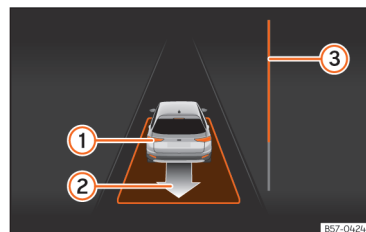

Abb. 143 Am Bildschirm des Kombi-Instruments: parallel zur Fahrbahn ausparken.
- Fahren Sie rückwärts, bis das Dauertonsignal des ParkPilot ertönt; **ODER:** fahren Sie zurück, bis am Bildschirm des Kombi-Instruments die Anzeige zur Vorwärtsfahrt erscheint. Die Fortschrittsanzeige »» (Abb. 143) ③ zeigt den zurückzulegenden Abstand an.